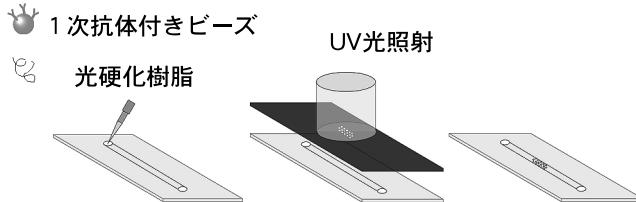

図1. 光硬化性樹脂を利用したマイクロチップイムノアッセイ用のマイクロチップの作製法
図1に光硬化性樹脂を利用した新しいマイクロチップイムノアッセイ用のマイクロチップの作製法を示します。1次抗体が固定化されたポリスチレンビーズ（直径：0.1～10 μm）と開発された特殊光硬化性樹脂の混合液をストレート型マイクロチャネルに導入します（図1①）。これにフォトマスクを通してUV光を照射することで、マスクパターンを反映した構造物がチャネル中に形成されます（図1②）。最後に未反応の樹脂を洗い流すことでチップが完成します（図1③）。